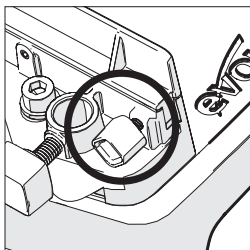

Abb. 5
- Lösen Sie die Daumenschraube. **(Abb. 5)**